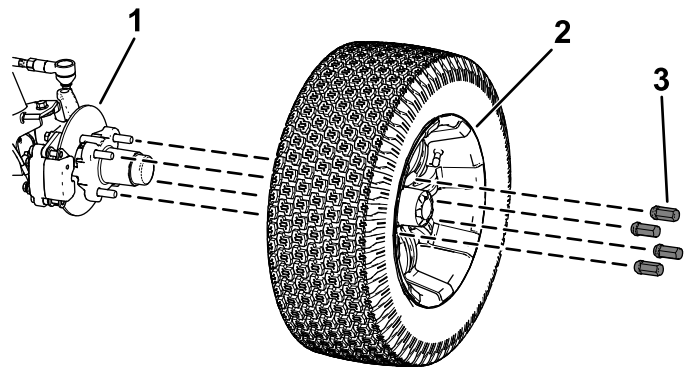

Bild 34
2. Nehmen Sie die vier Radmuttern ab, mit denen das Rad an der Radnabe befestigt ist (Bild 34).
4. Fluchten Sie die Löcher im Rad mit den Bolzen der Nabe aus und montieren das Rad so an der Nabe, dass das Reifenventil außen ist (**Bild 34**).
5. Befestigen Sie das Rad mit den Radmuttern an der Nabe (Bild 34).